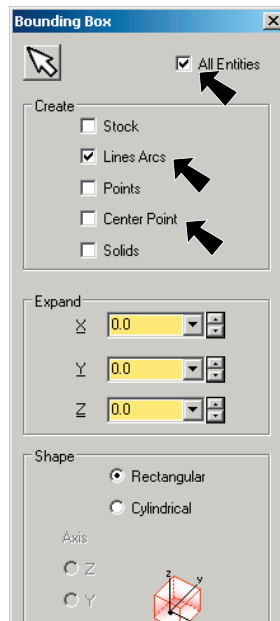

Fig. 14
- Step 3. Set: check **Lines Arcs** uncheck **Center Point**, Fig. 14